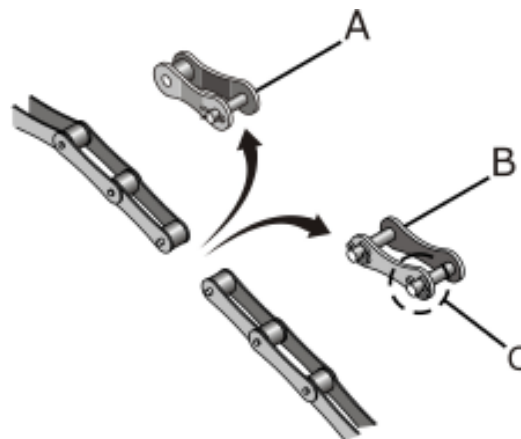

fig. 16
As correntes de transmissão saem de fábrica pré-ajustadas de acordo com a distância entre eixos das rodas dentadas. Eventualmente se for necessário alguma manutenção ou reparo de emendas (B) (fig. 16) ou reduções (A), retire o contrapino (C), fazendo a retirada do número de emendas, reduções ou elos avulsos.